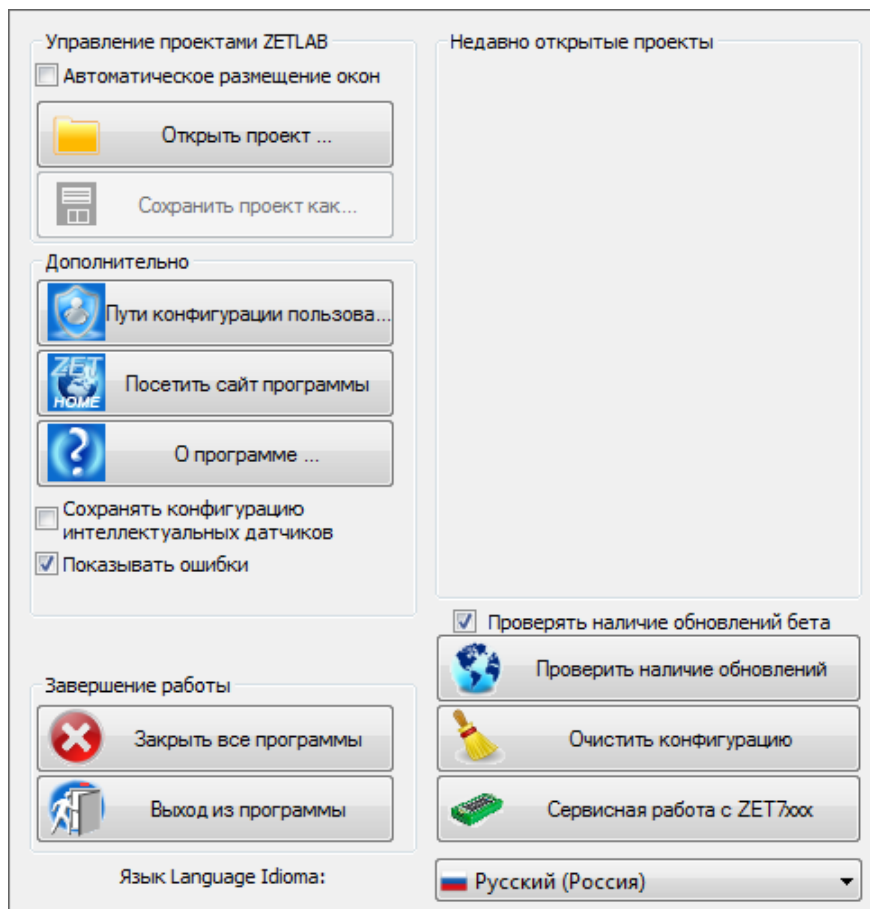

Рис. 5.5 Главное меню панели ZETLAB
10. Записанные сигналы сохраняются в директорию, указанную в программе «Пути конфигурации пользователя». Программа «Пути конфигурации пользователя» расположена в главном меню панели ZETLAB (Рис. 5.5).